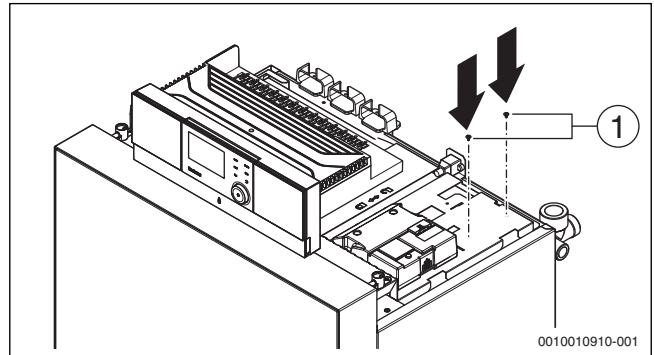

Bild 31 Schrauben eindrehen
- ▶ Zwei Schrauben bis auf 1,5 mm in den Modulträger schrauben (→Bild 31, [1]).